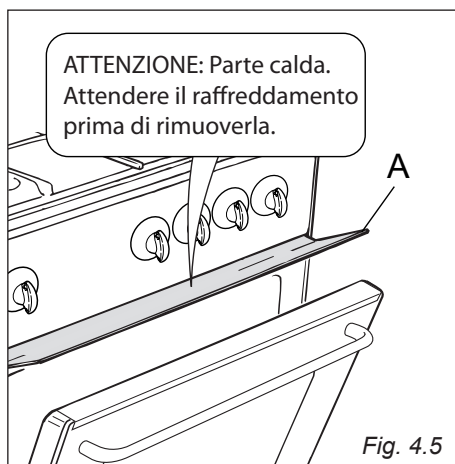

Fig. 4.5
- Infilare lo schermo paracalore "A" negli appositi supporti nel lato inferiore del pannello comandi (fig. 4.5).
Montare lo schermo paracalore (fig. 4.5), fornito a corredo, che serve per proteggere il frontale comandi dal calore.